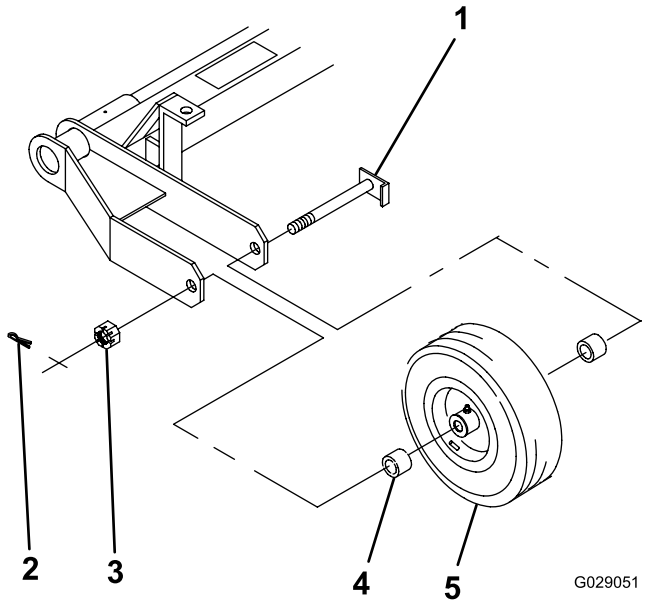

图3
1. 如图3所示将车轮总成和2个隔片放置在机架之间轮毂的两侧各1个。
2. 将轴穿过机架、隔片和车轮图3。
3. 将有槽螺母拧到轴图3上并用扳手上紧螺母扭矩至820N·m。
7. 安装开口销图3。